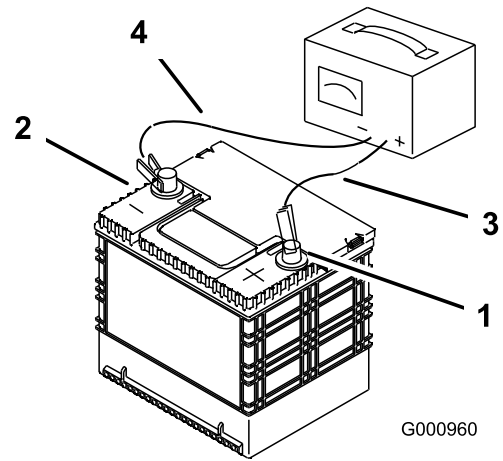

Figura 63
2. Cuando la batería esté completamente cargada, desconecte el cargador de la toma de electricidad, luego desconecte los cables del cargador de los bornes de la batería (Figura 63).